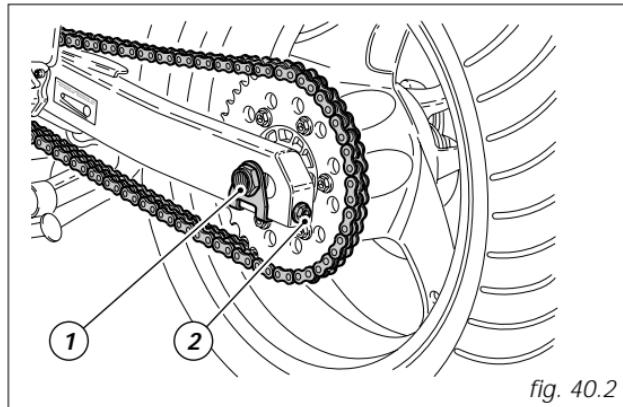

fig. 40.2
Per registrare la tensione allentare il dado (1, fig. 40.2) del perno ruota, avvitare della stessa entità in senso orario la vite (2) su entrambi i lati del forcellone per aumentare la tensione o svitare per diminirla. In quest'ultimo caso è necessario spingere in avanti la ruota.